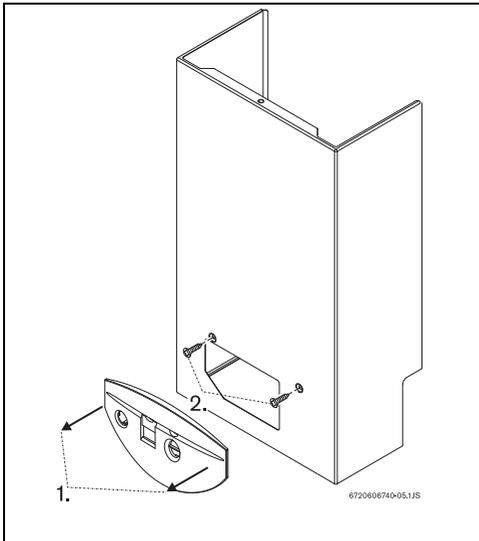

Fig. 15 Retirar a frente
- ▶ Retirar o espelho do aparelho, para tal basta puxá-lo ligeiramente na sua direcção (Fig. 15, [1]).
- ▶ Desapertar os dois parafusos (Fig. 15, [2]).